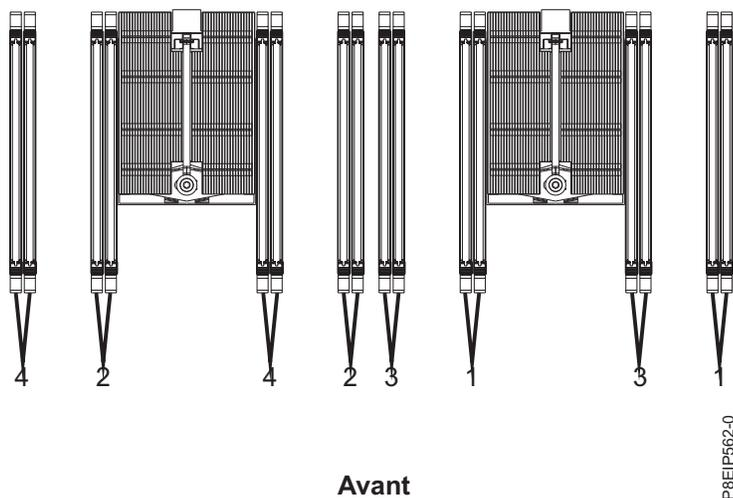

Figure 29. Emplacements des logements de mémoire et ordre de branchement
- Les barrettes mémoire DIMM doivent être ajoutées dans l'ordre. Utilisez le tableau 4, à la page 32 et la figure 29, à la page 32 pour déterminer le placement de la mémoire.